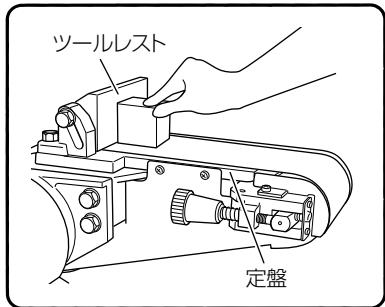

図12
(1) 被研削物をツールレストに突当て、研磨ベルトに軽く押し付けます。(図12)